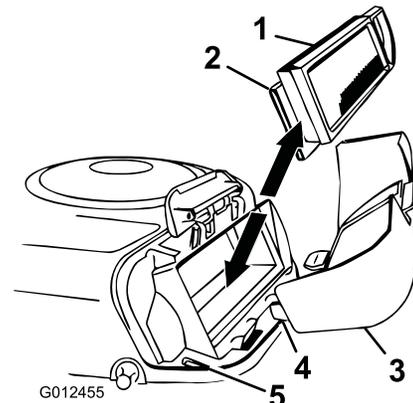

Bild 23
4. Schieben Sie den Papier- und den Schaumeinsatz vorsichtig vom Gebläsegehäuse herunter (Bild 23).